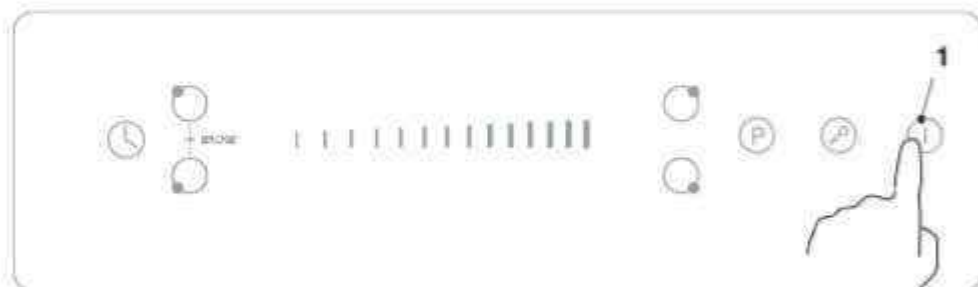

Abb. 4.35
Die Gesamtleistung des Induktionskochfeldes mit ECO-Funktion kann mit einer geeigneten Stromversorgung auf 2,8/3,5/6,0/7,2 kW begrenzt werden (siehe "Einstelltabelle ECO-Funktion" nach Abb. 4.35).
- 4 - Drücken Sie die entsprechende Kochzonenaste (5), die Zahl auf dem Display zeigt an, dass die Gesamtleistung auf die jeweilige ECO-Leistungseinstellung zurückgesetzt wird (z. B. die Taste der linken vorderen Kochzone ist mit der Zahl auf dem Display "28" verbunden, was 2,8 kW entspricht, siehe auch "Einstelltabelle ECO-Funktion" nach Abb. 4.35).